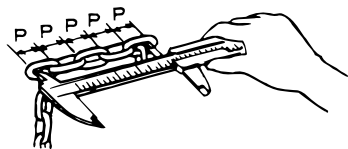

図18 ピッチ測定方法
- (1)ロードチェーンは、部分的にではなく、全体をチェックしてください。5個のリンクのピッチ(P)の和を、図18のように、ノギスで測定してください。
- (2)通常は30cmおきに測定してください。但し、限界値に近いときは、より多くの場所を測定し、一部分でも限界値に達していたら新品と取り替えてください。
- (3)リンクとリンクの接触部の摩耗やキズなどにより、線径が初期線径の95%未満(最も小さい測定値となる測定を行うこと)になっている部分が1箇所でもあれば、新品と取り替えてください。以下3項目のいずれか1つでも該当するロードチェーンは、新品と取り替えてください。
- (4)チェーンに有害なキズがある。
- (5)チェーンが変形している。
- (6)溶接スパッタの付着が見られるなど、高熱にさらされたと考えられる場合。